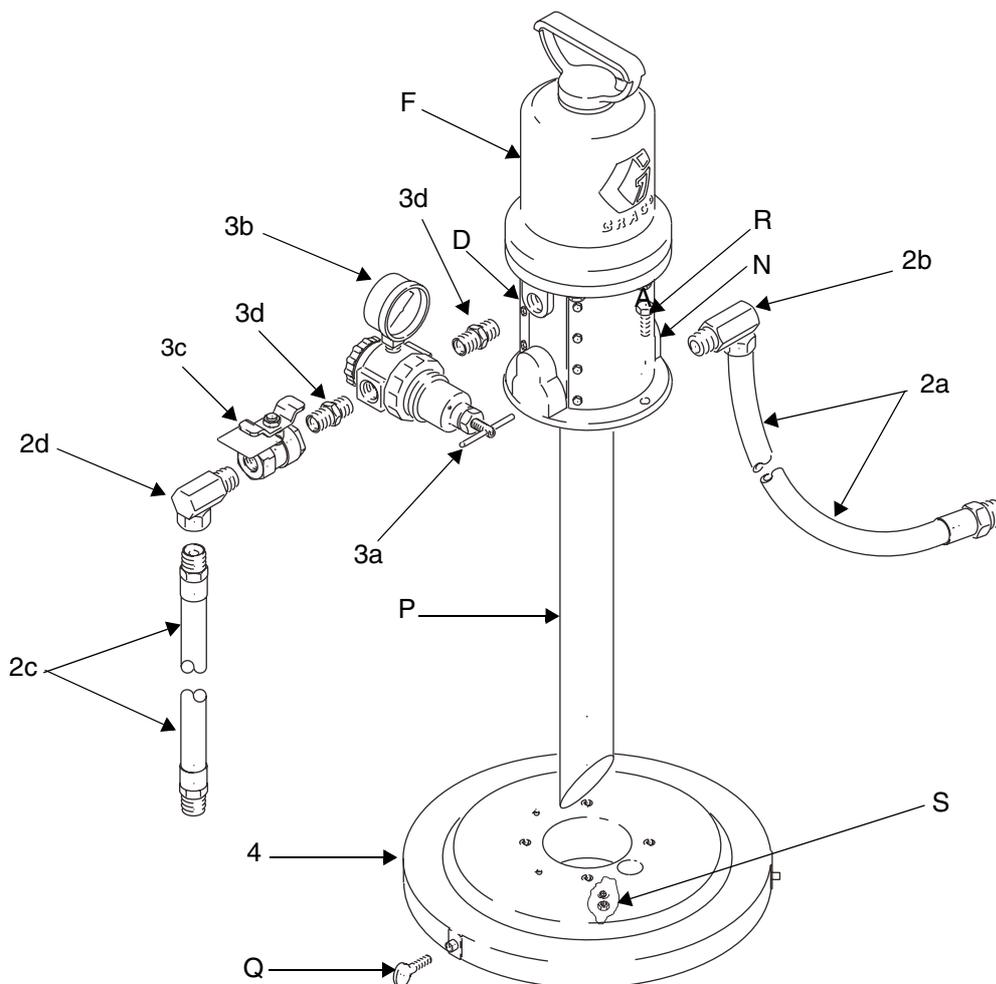

ABB. 5
1. Den Deckel (4) auf ein 60-l-Fass legen und mit den Flügelschrauben (Q) festziehen. Siehe ABB. 5.
2. Bei 246904 die Verlängerungsleitung (P) in einem Winkel von 45° auf eine für die Größe des Fasses passende Länge zuschneiden. Nach der Installation sollte die Unterseite des Winkelstücks einen Abstand von ca. 25 mm zur Fassunterseite haben. Die Abwärtsleitung für 225094 hat die passende Größe für den Behälter.
3. Die Pumpe (F) mit den mitgelieferten Schrauben (R), Unterlegscheiben und Muttern (S) am Deckel (4) anbringen.
4. Den Druckluftregler-Satz (Teile 3a - 3d) wie gezeigt am Pumpenlufteingang (D) anbringen. Gewindedichtmittel auftragen und alle Teile gut festziehen.
6. Gewindedichtmittel auf das Außengewinde der 1/2-NPT-Schottverschraubung (2d) geben. Die Schottverschraubung in den Pumpenmaterialeingang (D) schrauben.